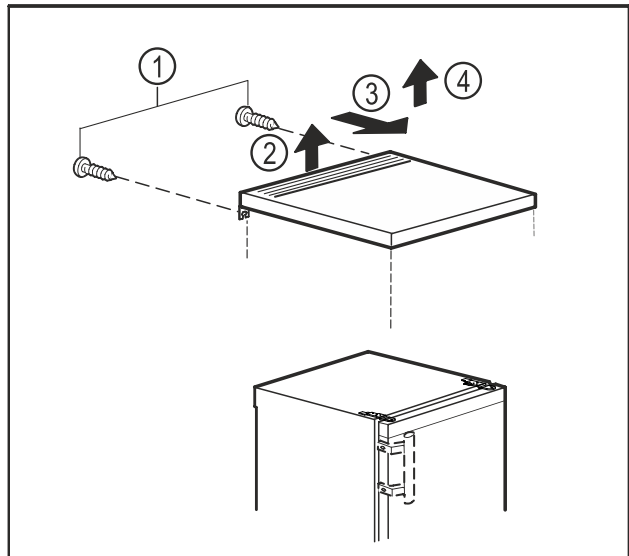

Fig. 10
- ▶ Fjern skruene på baksiden. Fig. 10 (1)
- ▶ Løft bordplaten bak. Fig. 10 (2)
- ▶ Skyv bordplaten fremover. Fig. 10 (3)
- ▶ Ta av bordplaten oppover. Fig. 10 (4)